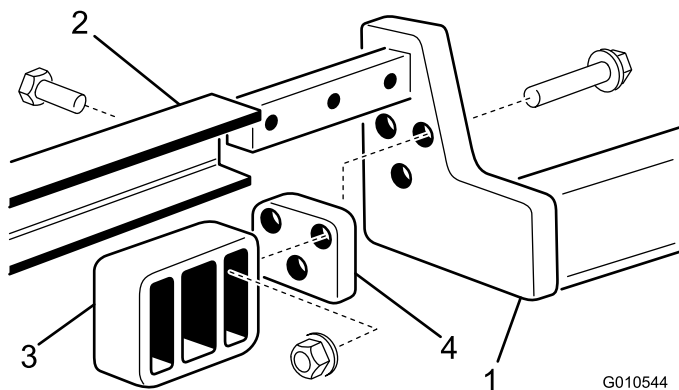

Bild 6
3. Befestigen Sie eine Heckgabel mit drei Schrauben (3/8 x 2 Zoll), Distanzstücken und Bundmuttern an jedem Hubarm, siehe Bild 6.
4. Schieben Sie den Trägerrahmen auf die Hubarme und fluchten Sie die Befestigungslöcher aus. Befestigen Sie jede Seite des Trägerrahmens mit drei Schrauben (1/2 x 1-1/2 Zoll) an den Hubarmen. Ziehen Sie die Schrauben mit 95 bis 108 Nm an (Bild 6).